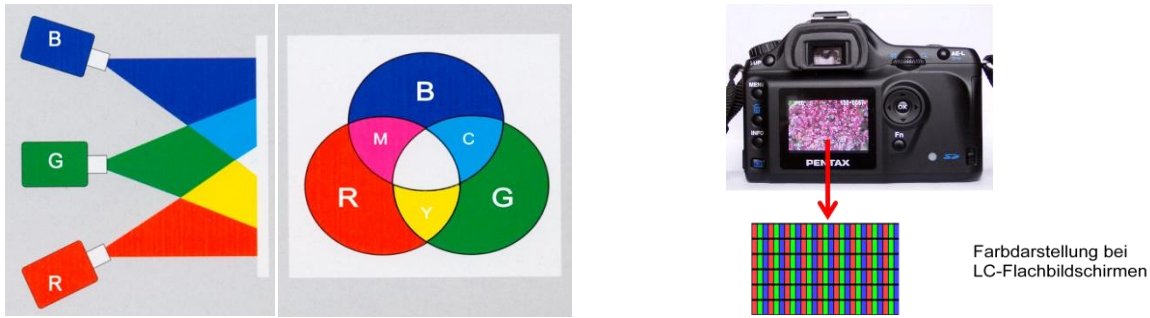

Bild 4: Prinzip und Anwendung der additiven Farbmischung
Bei der Arbeit mit farbigem Licht, haben wir es mit der additiven Farbmischung zu tun. Entsprechend den drei Zapfentypen der menschlichen Netzhaut beruht sie auf den drei Grundfarben Rot (R), Grün (G) und Blau (B). Durch Mischen entstehen hellere Farbtöne. Aus einer Mischung von Rot mit Grün entsteht Gelb, aus Grün und Blau entsteht Cyan - und Blau gemischt mit Rot ergibt Magenta. Kommen alle drei Farben in voller Intensität und gleichen Anteilen zusammen, ergänzen sie sich zu Weiß (Bild 4).